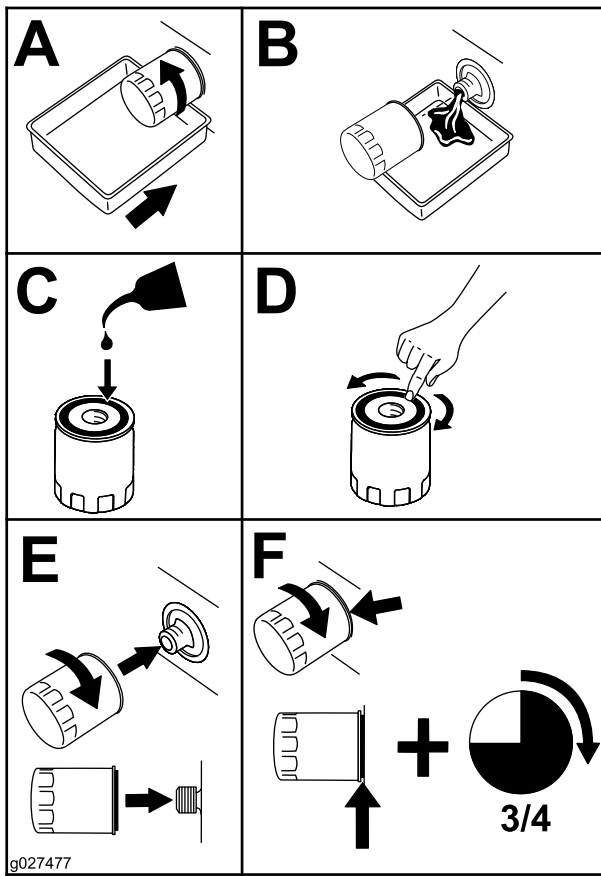

Figure 38
4. Remplacez le filtre à huile moteur (Figure 38).